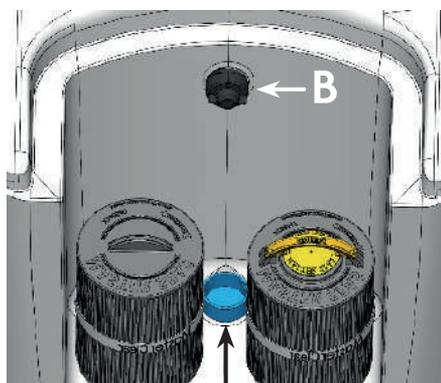

Abbildung 1 **A**
- Smart Cell-Basisanschluss (Abbildung 1, A) – Dieser Anschluss befindet sich am Boden des Filtergehäuses. Er dient zur Fixierung der Smart Cell-Basis und ermöglicht durch Auf- bzw. Abschrauben eine einfache Installation, Entnahme oder einen Austausch.
- Smart Cell-Wandanschluss (Abbildung 1, B) – Dieser elektrische Anschluss befindet sich an der Oberseite des Filtergehäuses. Auch er lässt sich durch Auf- bzw. Abschrauben öffnen oder schließen, um den Smart Cell-Generator zu installieren, zu entfernen oder auszutauschen. Wurde der Whirlpool ab Werk nicht mit der Master Clear Salt-System-Option ausgestattet, ist im Wandanschluss bereits ein ca. 46 cm langer Kabelsatz integriert. Dieser befindet sich im Technikfach und ermöglicht die einfache Nachrüstung mit dem Master Clear Salt-System Aktivierungs-Kit (Ready-Konfiguration).